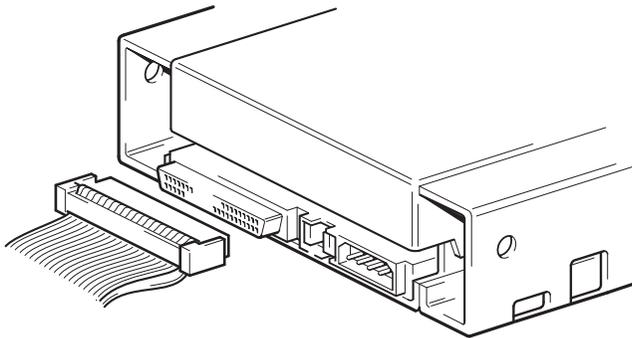

FIGURA 8. Conector de interfaz SCSI de la unidad de cinta interna
1. Conecte el cable de interfaz del adaptador host SCSI al conector de interfaz de SCSI de 68 patas en la parte posterior de la unidad de cinta interna (consulte la Figura 8 en la página 33).